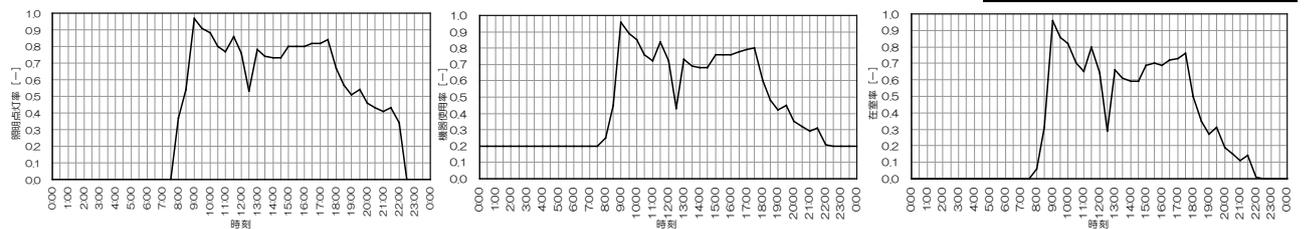

図1. 内部発熱スケジュール\*1,\*2,\*3
□BESTの講習会のテキスト\*1で使用している、事務所ビルでの内部発熱のスケジュールを図1に示します。これは実際の事務所ビルにおける調査結果を参考にした設定したものです。